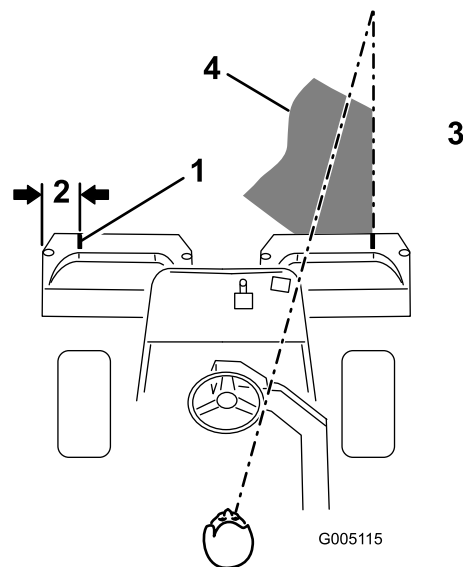
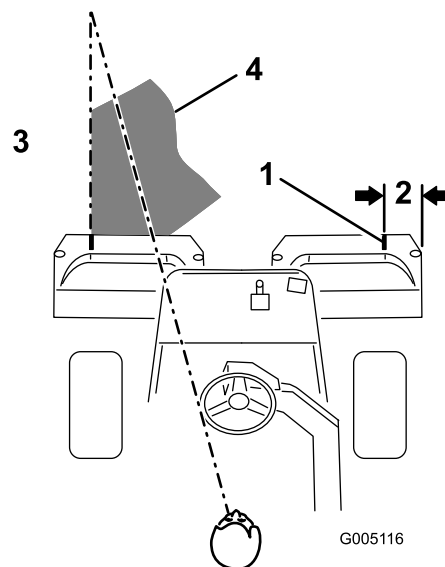

図 38
図 39
2. その位置に白色テープか白ペンキで集草箱の縁と平行に目印を入れる（図 38）。
3. 行きと帰りでのオーバーラップができるだけ小さくなるように運転します。隣の列との距離を一定に保って直進するには、本機の前方向約2～3mを視野に捕らえておくのがポイントです(図 38および図 39)。ハンドルを目印にして距離を合わせても良いでしょう。その場合、ハンドルの縁と本機前方の目標ラインとを重ねて見ながら運転します(図 38および図 39)。